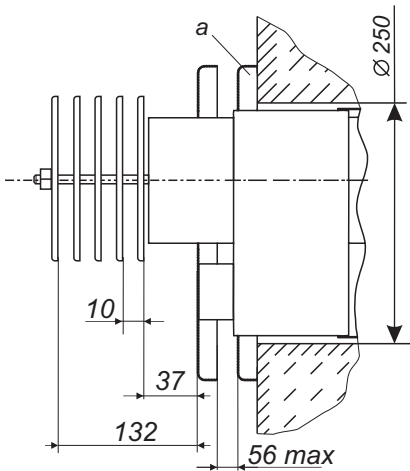

Рис. 3. Установка дисков дымовоздушного блока для изделий мощностью 7-15 кВт.
6.3.1. В наружной стене здания, согласно рис. 2, пробить горизонтальный канал диаметром 190 мм для изделий мощностью 5 кВт или 250 мм для изделий мощностью 7-15 кВт (рис. 3, 5). При этом необходимо учитывать, что для обеспечения установки и снятия котла, а также для снятия и установки газогорелочного устройства перед фронтом котла на расстоянии **не менее 1 м от стены** не должно быть никаких строительных элементов или стационарно установленного оборудования.
Для изделий мощностью 7-15 кВт на выступающий газоход наружный установить набор дисков, закрепить диск "а" к наружной стене и отрегулировать их (рис. 3).